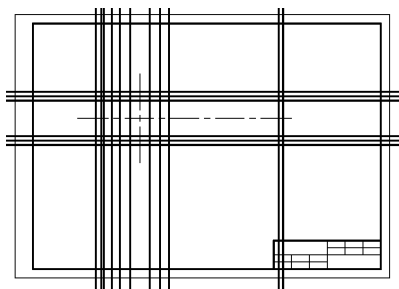

图 11-5 绘制构造线示例
2) 绘制水平和垂直构造线。选择“粗实线”图层为当前图层，选择“绘图”面板→“构造线”命令，系统提示：“指定点或 [水平(H)/垂直(V)/角度(A)/二等分(B)/偏移(O)]:”输入 O，指定轴线为水平方向的定位线，分别给出偏移距离“20”“25”“30”，绘制水平构造线。指定孔的中心线为竖直方向的定位线，向右分别给出偏移距离“11”“23”“10”“133”“138”；向左分别给出偏移距离“9”“18”“21”“27”，绘制出垂直构造线，如图 11-5 所示。